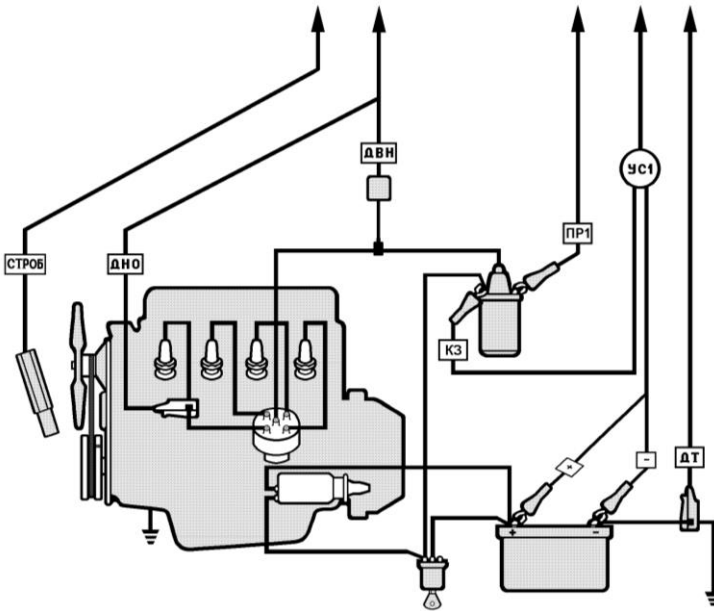

Рис. 1.1. Схема установки датчиков на диагностируемом двигателе
5. Установить датчики на диагностируемый двигатель (рис. 1.1):